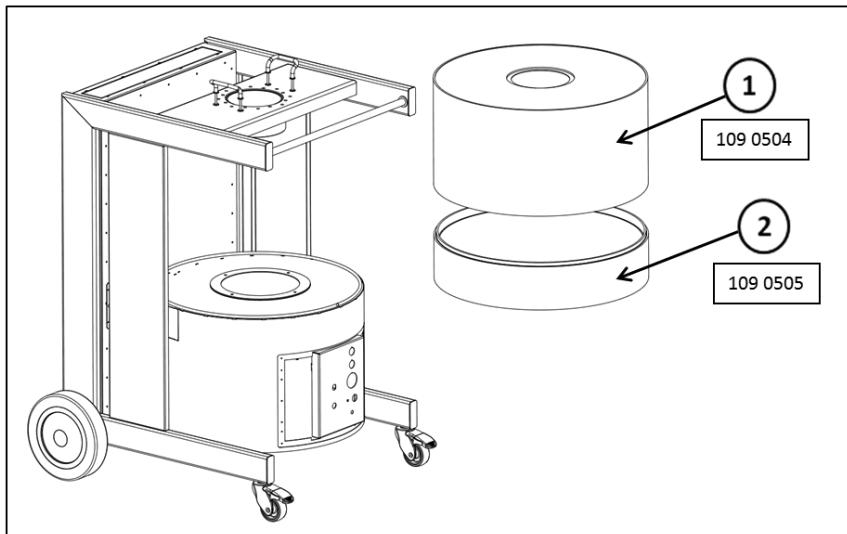

Рис. 1, типы фильтров в MaxiFil AK
- Порядок расположения размещаемых в установке фильтрующих элементов см. на рис. 1.